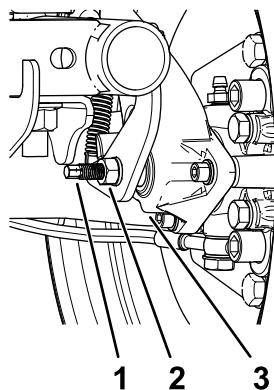

Figura 56
3. Usando 2 llaves, sujeté el espárrago de ajuste de la pinza con una llave y afloje la contratuerca ¼ de vuelta con la otra llave (Figura 56).
4. Sujetando el espárrago de ajuste y la contratuerca para que no se muevan, gire el espárrago de ajuste hacia dentro para apretarlo (Figura 56).
5. Sujetando el espárrago de ajuste y la contratuerca para que no se muevan, afloje el espárrago ¼ de vuelta (Figura 56).
6. Sujetando el espárrago de ajuste y la contratuerca para que no se muevan, apriete la contratuerca (Figura 56).